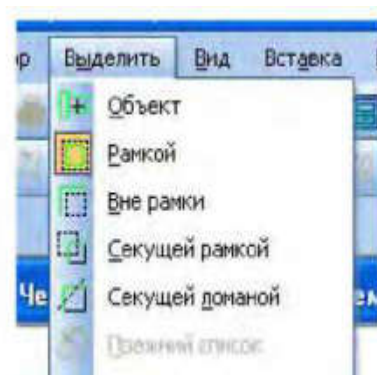

Рисунок 1.20 - Выпадающее меню **Выделить**
- 2) в появившемся меню (рис. 1.20) выбрать пункт **Рамкой**;